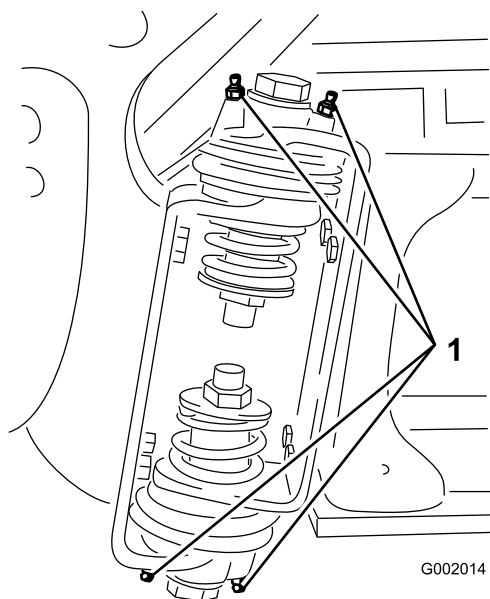

Figure 107
2. Injectez la graisse dans le roulement ou la bague au niveau de chaque graisseur (Figure 107).